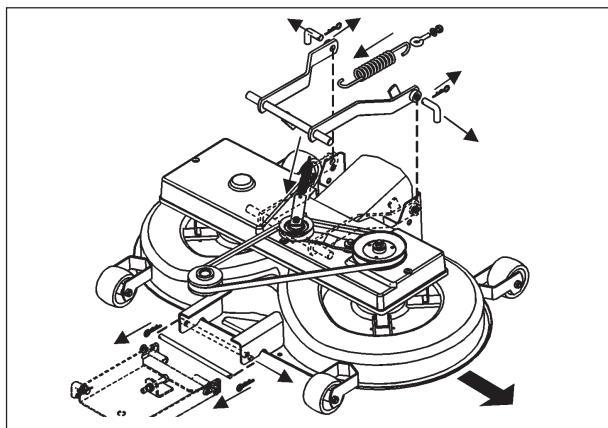

Fig. 41
A. CUTTING PAN REMOVAL (FIG 41)